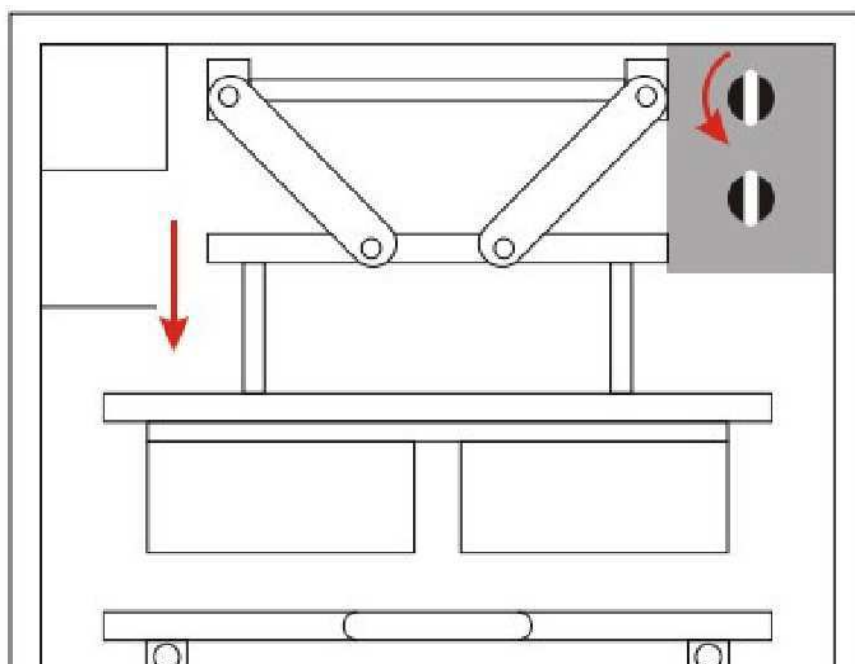

Рис.5
5. Задвиньте нижнюю плиту матрицы на станцию запайки и поверните тумблер, который приведет верхнюю часть в движение и опустит её (рис.5).